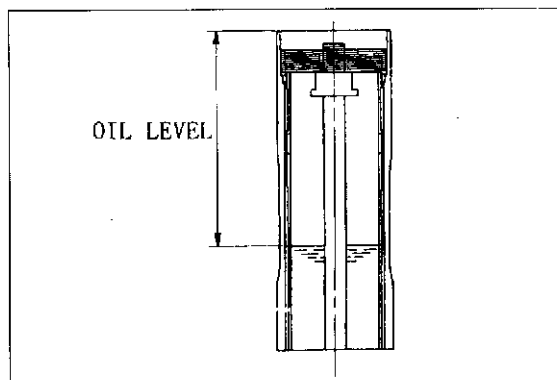

Fig. 7
- 15) Misurare il livello dell'olio (Fig. 7).
- 15) Measure the fork oil level (Fig. 7).